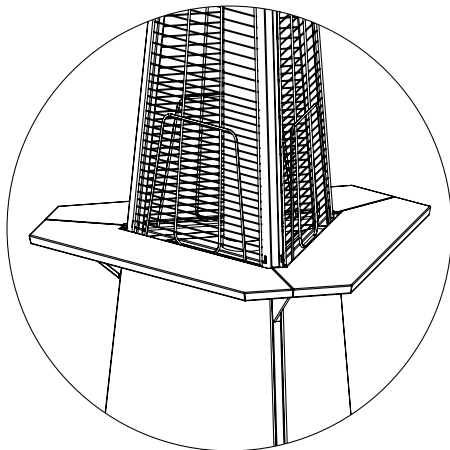

Рис. 9.
8. повторите операцию 7 для закрепления последней подставки. Должно получиться следующее (Рис. 9);